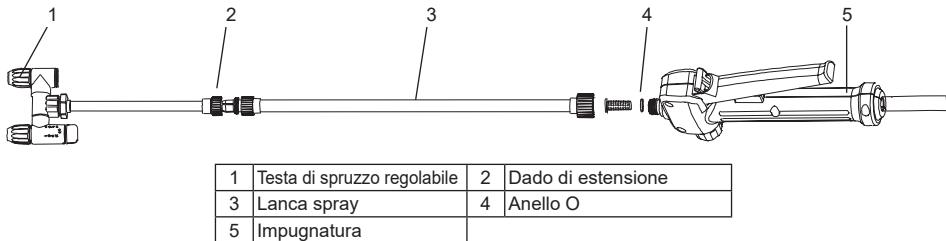

Figura 1
2. Assicurarsi che l'anello O sia in posizione, dopo di che infilare la lancia spray sull'impugnatura e serrarla saldamente. Fare riferimento alla Figura 1.